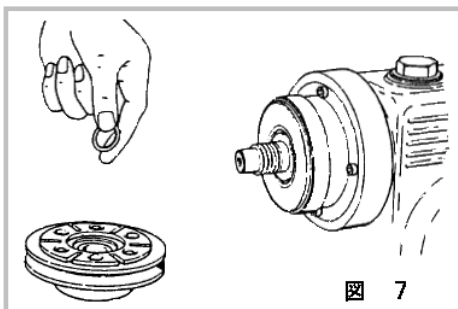

図 7
- 4) ハブを抜き去ったあとの軸上に、カラー・ と、数枚のシム(厚さが 0.1mm と、0.5mm の 2 種類の薄いスペーサー)が残りますので、このシムの枚数を次式から求まる量に応じて調整してください。(図7)